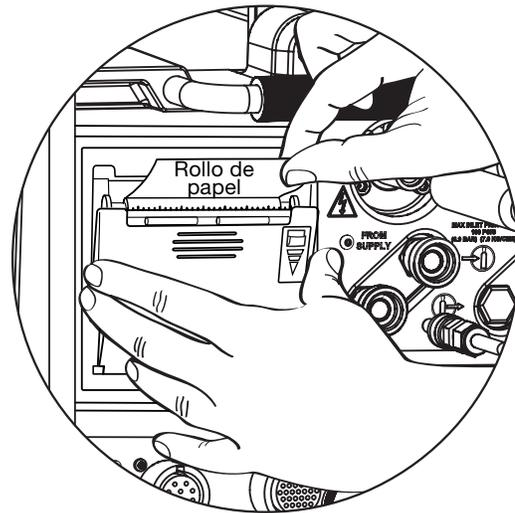

Fig. 53—Alinear el papel en el centro
4. Sujete el extremo del papel y cierre la cubierta de la impresora. El papel debe estar alineado en el centro (Fig. 53).